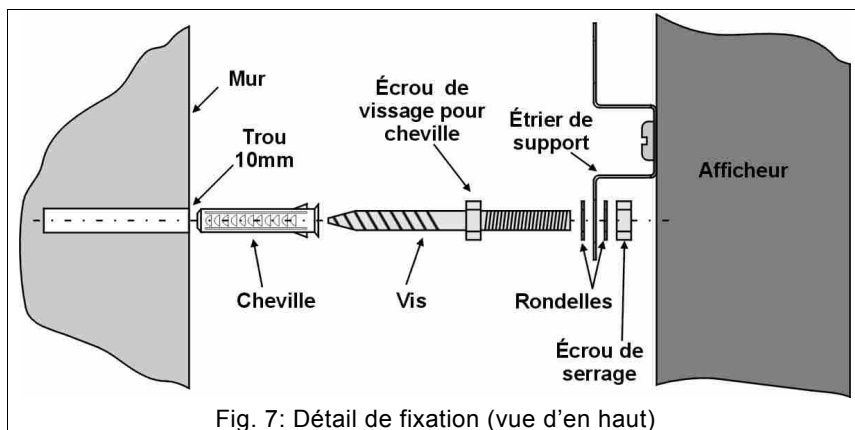

Fig. 7: Détail de fixation (vue d'en haut)
2. Introduisez la cheville dans chacun des trous et vissez la vis en agissant sur l'écrou au moyen d'une clé de 13 mm (Fig. 7); ensuite, introduisez la rondelle.